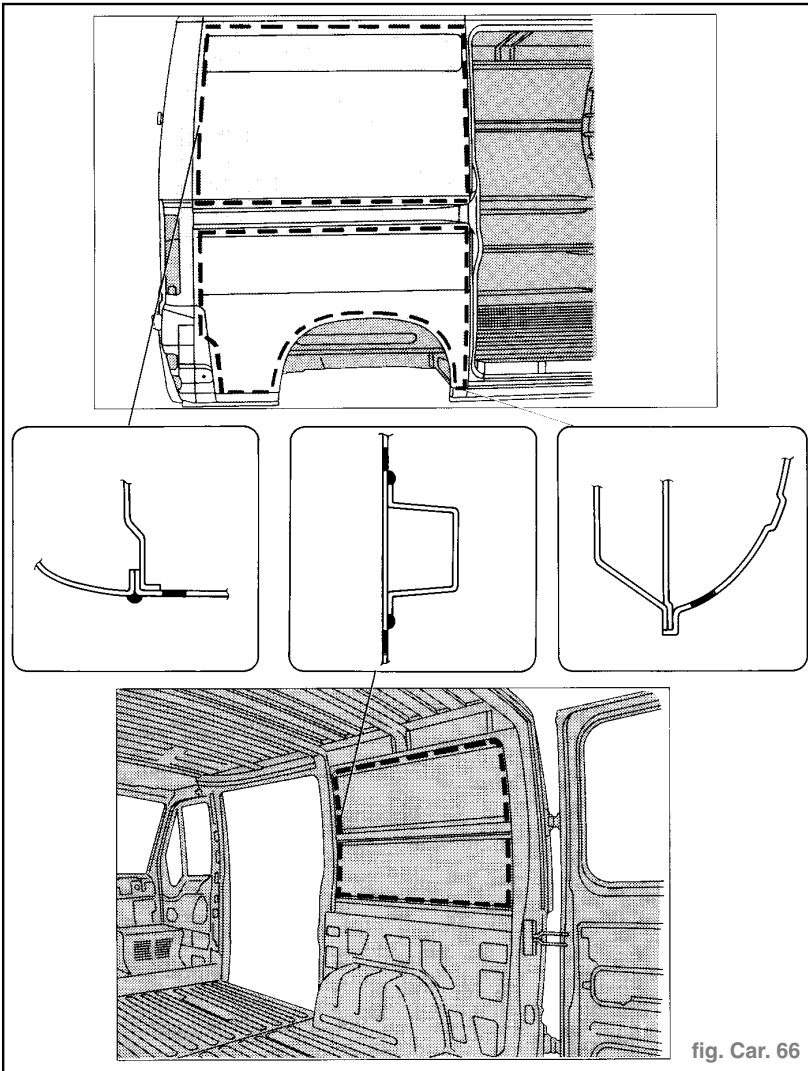

fig. Car. 66
- Lors de la découpe, suivre les tracés en pointillé indiqués sur les figures suivantes. (fig. Car. 66) (voir schéma page suivante)